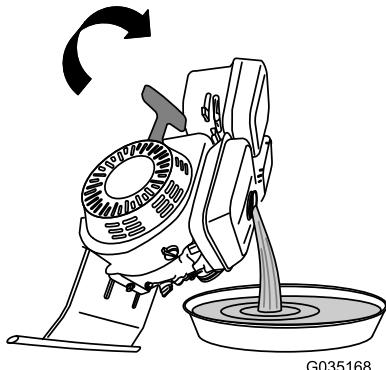

Figure 54
4. Pivotez le moteur sur le côté charnière du plancher moteur et vidangez le réservoir de carburant (Figure 54).